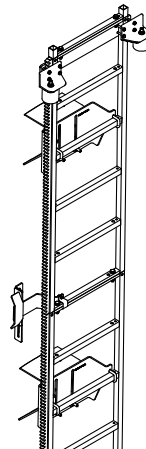

Abb. 4
4. Die oberen mechanischen Anschläge und die obere Anschlagplatte montieren (siehe Abb. 4 und Montagezeichnung). 15 Nm Drehmoment für M8 und 50 Nm für M12 anwenden.